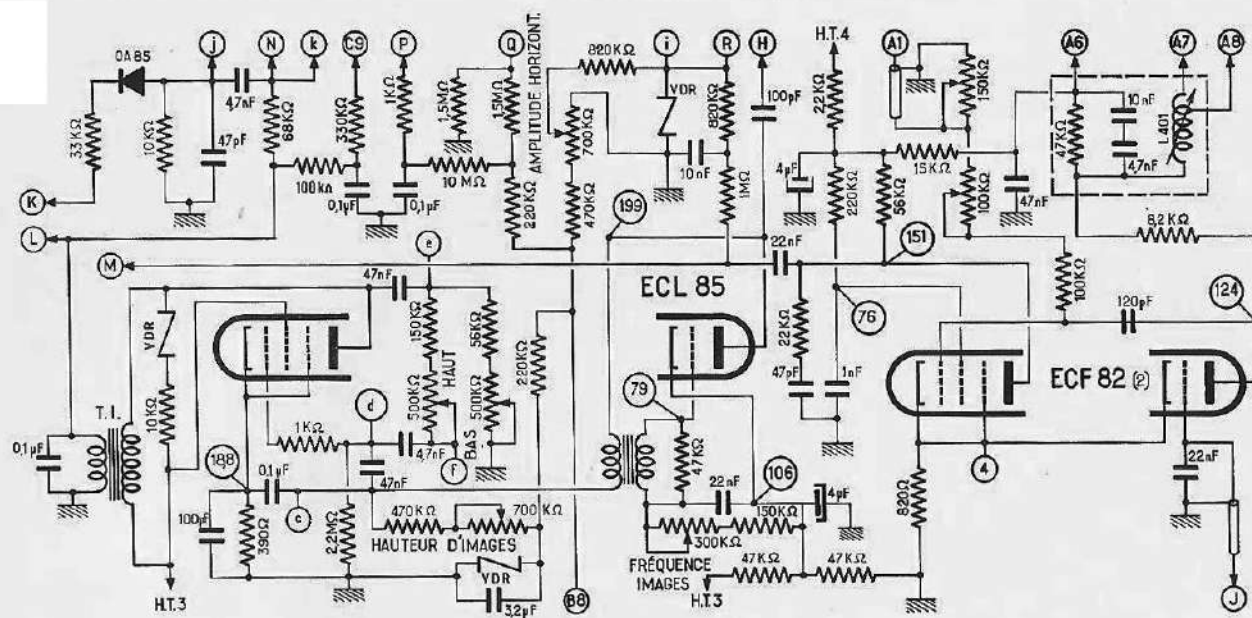

Fig. 4. — Schéma de la base de temps images (ECL 85) et du multivibrateur lignes (ECF 82).
Elle comprend un comparateur de phase à deux diodes OA 85 de la figure 3, attaqué par la triode ECF 82 (1) montée en déphaseuse, un multivibrateur à couplage cathodique utilisant la ECF 82 (2) de la figure 4, et le tube de puissance EL 504, associé à un transformateur de sortie lignes, à la diode de récupération EY 88 et à la diode T.H.T. DY 86.
(23) à la plaque triode du multivibrateur lignes ECF 82 de la figure 4, avec 27 V c. à c.;
(24) à la grille pentode du tube ci-dessus, avec une amplitude un peu plus faible : 17 V c. à c. environ;
(25) à la plaque pentode du multivibrateur lignes, avec une amplitude élevée : 115 V c. à c. environ. On trouve exactement le même signal à la grille du tube de puissance EL 504;
(26) à l'écran de la pentode ECF 82 du multivibrateur lignes, avec 20 V c. à c. environ;
(27) au point i de la figure 4, c'est-à-dire aux bornes de la V.D.R. du circuit de stabilisation d'amplitude horizontale. L'amplitude y est très élevée : 850 V c. à c. environ;
(28) à la cathode du multivibrateur lignes, avec 7 V c. à c.;
(29) au point j de la figure 4, avec une amplitude de quelque 42 V c. à c. Ce sont des impulsions d'effacement du retour lignes;
(30) au point l du transformateur de sortie lignes, avec à peu près 240 V c. à c.;
(31) au point k de la figure 4, c'est-à-dire, en fait, sur le wehnelt du tube-images. L'amplitude y est de 38 V c. à c. environ. Si le même signal est examiné en balayage lent, on trouve l'oscillogramme (32), avec 70 V c. à c.